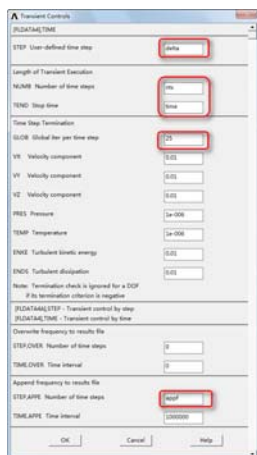

图 9-37 “Transient Controls”对话框
⑧单击“OK”按钮会弹出“Transient Controls”对话框，如图 9-37 所示，在“STEP User-defined time step”输入框输入 delta，在“NUMB Number of time steps”输入框输入 nts，在“TEND Stop time”输入框输入 time，在“GLOB Global iter per time step”输入框输入 25，在“STEP, APPE Number of time steps”输入框输入 appf，其余采用默认设置，单击“OK”按钮关闭该对话框。